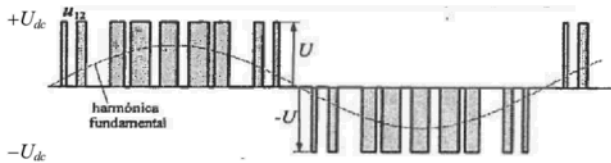

Figura A.2: Exemplo da evolução temporal da tensão composta u_{12} e respectiva primeira harmónica.
Cálculo da frequência f_{s1} de sincronismo das tensões impostas pelo ondulator de tensão (32). A frequência $f=30\text{Hz}$ representa a frequência fundamental da primeira harmónica da tensão composta u_{12} (Figura A.2).